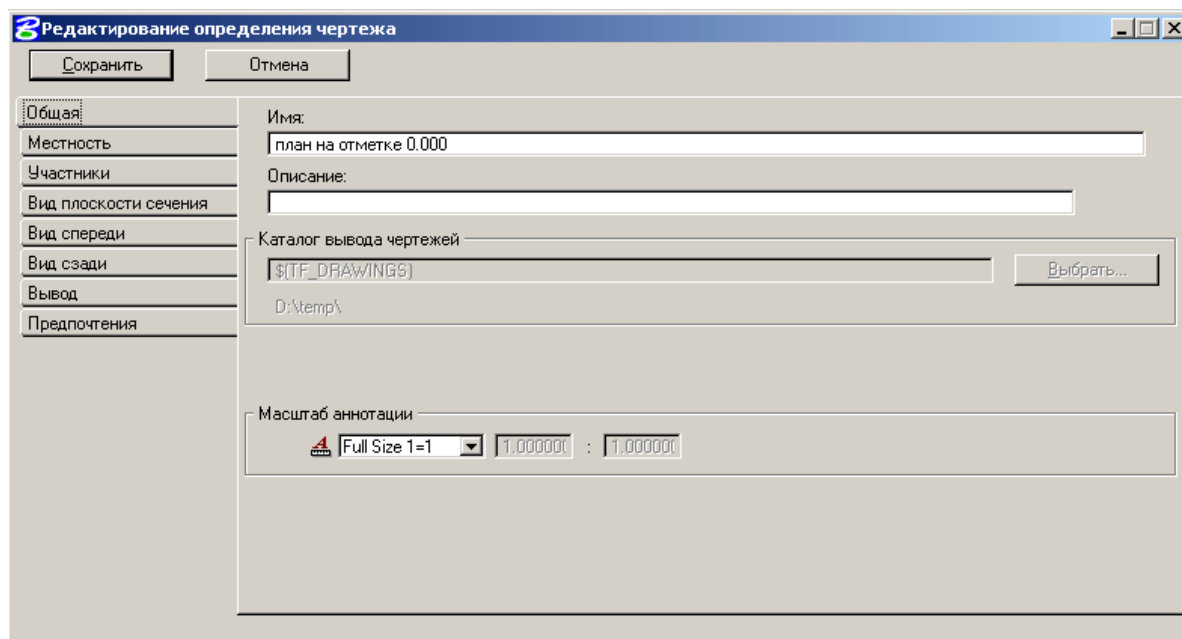

Рисунок 31
- В закладке *Общая* (Рисунок 31):